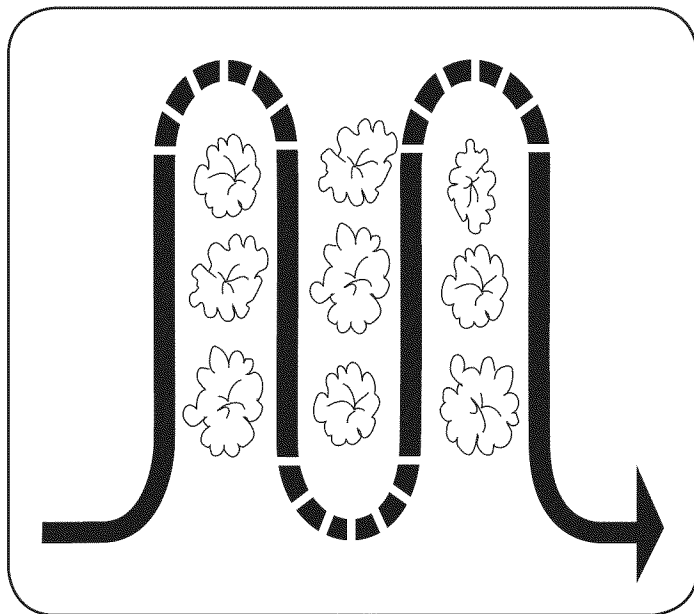

Figura 15
- Cuando labre la tierra (rompiendo la superficie de suelo alrededor de las plantas para destruir las malezas, vea la Figura 15), ajuste los dientes para cavar únicamente a una profundidad de 1 a 2 pulgadas. La labranza a poca profundidad ayuda a evitar lesiones a las plantas cuyas raíces a menudo crecen cerca de la superficie. Si es necesario, levante las barras de control ligeramente para evitar que los dientes cavén demasiado profundo. (La labranza regular no sólo elimina malezas, sino que además afloja y airea el suelo para mejor absorción de la humedad y crecimiento más rápido de las plantas). Si se riega el área del jardín unos cuantos días antes de la labranza se facilitará esta tarea; también se contribuye permitiendo al suelo recién trabajado asentarse por uno o dos días antes de la pasada final, profunda, de la cultivadora.